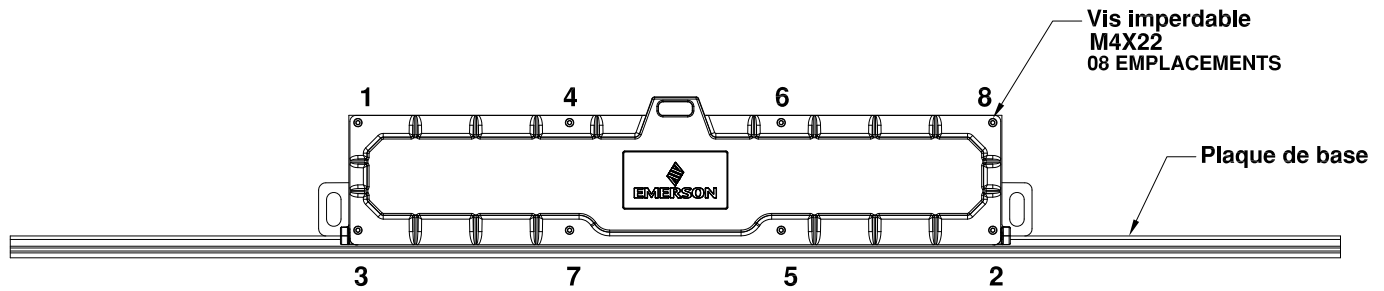

FIGURE 11: SEQUENCE DE SERRAGE DES VIS
7. Serrez les huit vis imperdables en appliquant un couple de serrage de 2,25 N.m (20 Lb.in) en suivant la séquence illustrée à la Figure 11. Assurez-vous que les fils ne se coincent pas entre le couvercle et le compartiment de câblage lors de la fermeture.
5. Serrez les huit vis imperdables en appliquant un couple de serrage de 2,25 N.m (20 Lb.in) en suivant la séquence illustrée à la Figure 11. Assurez-vous que les fils ne se coincent pas entre le couvercle et le compartiment de câblage lors de la fermeture.
7. Serrez les huit vis imperdables en appliquant un couple de serrage de 2,25 N.m (20 Lb.in) en suivant la séquence indiquée à la Figure 11. Assurez-vous que les fils ne se coincent pas entre le couvercle et le compartiment de câblage lors de la fermeture.